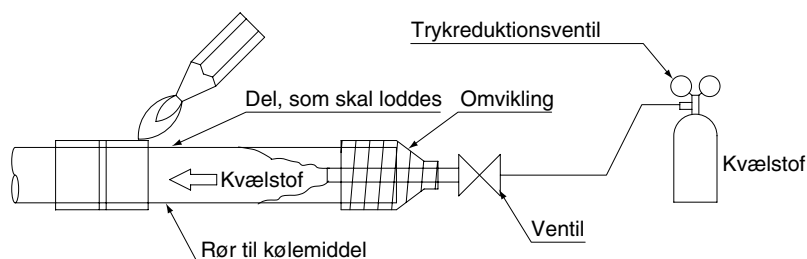

Fig. 5
- Når man lodder kølemiddelrørene, skal man starte efter at have udskiftet kvælstoffet (*1) eller foretage lodning, mens der strømmer kvælstof gennem kølemiddelrørene (*2) (se fig. 5), og til slut skal man lave krave- eller flangeforbindelserne på indendørsenheden og BS-enheden.